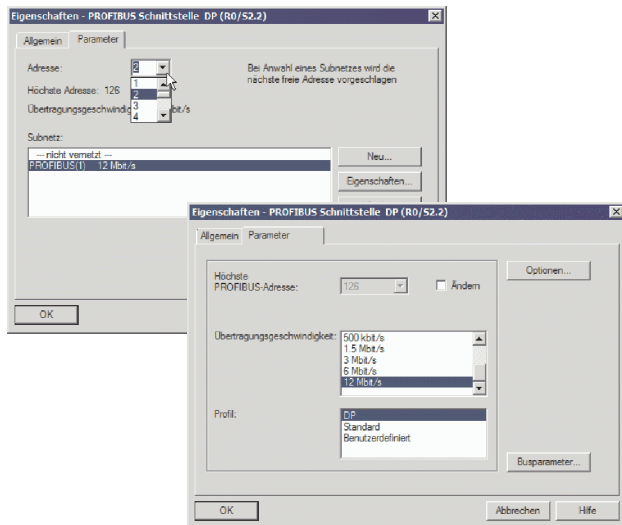

Bild 2/5: Bearbeiten der Subnetz-Eigenschaften
Das Dialogfenster „Eigenschaften - PROFIBUS Schnittstelle“ öffnet sich automatisch (siehe Bild 2/5).
13. Klicken Sie im Dialogfenster „Eigenschaften“ auf „Neu...“, um ein PROFIBUS-Subnetz einzurichten (siehe Bild 2/5).
14. Bearbeiten Sie, falls erforderlich, im Register „Parameter“ die Einträge „Übertragungsgeschwindigkeit“ und „Profil“ (siehe Bild 2/5).